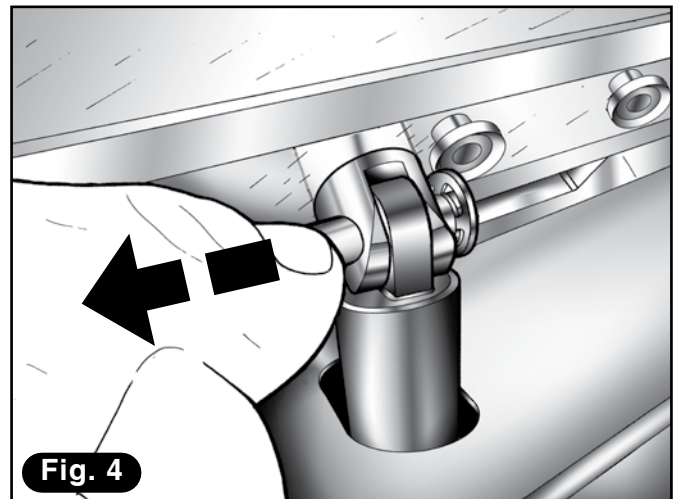

Fig. 4
- 3) Saque el perno e incline la tapa hacia atrás apoyándola en un soporte estable (**Fig. 4**).
- 1) Desmonte el panel posterior desenroscando los tornillos con la ayuda de un destornillador de cruz (Fig. 4).